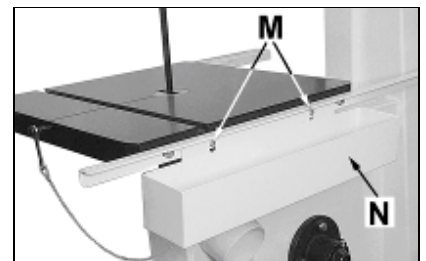

Fig 6
Schrauben Sie 2 Linsenkopfschrauben (M, Fig 6) in die hintere Anschlagschiene und montieren Sie den Späneauffangbehälter (N).